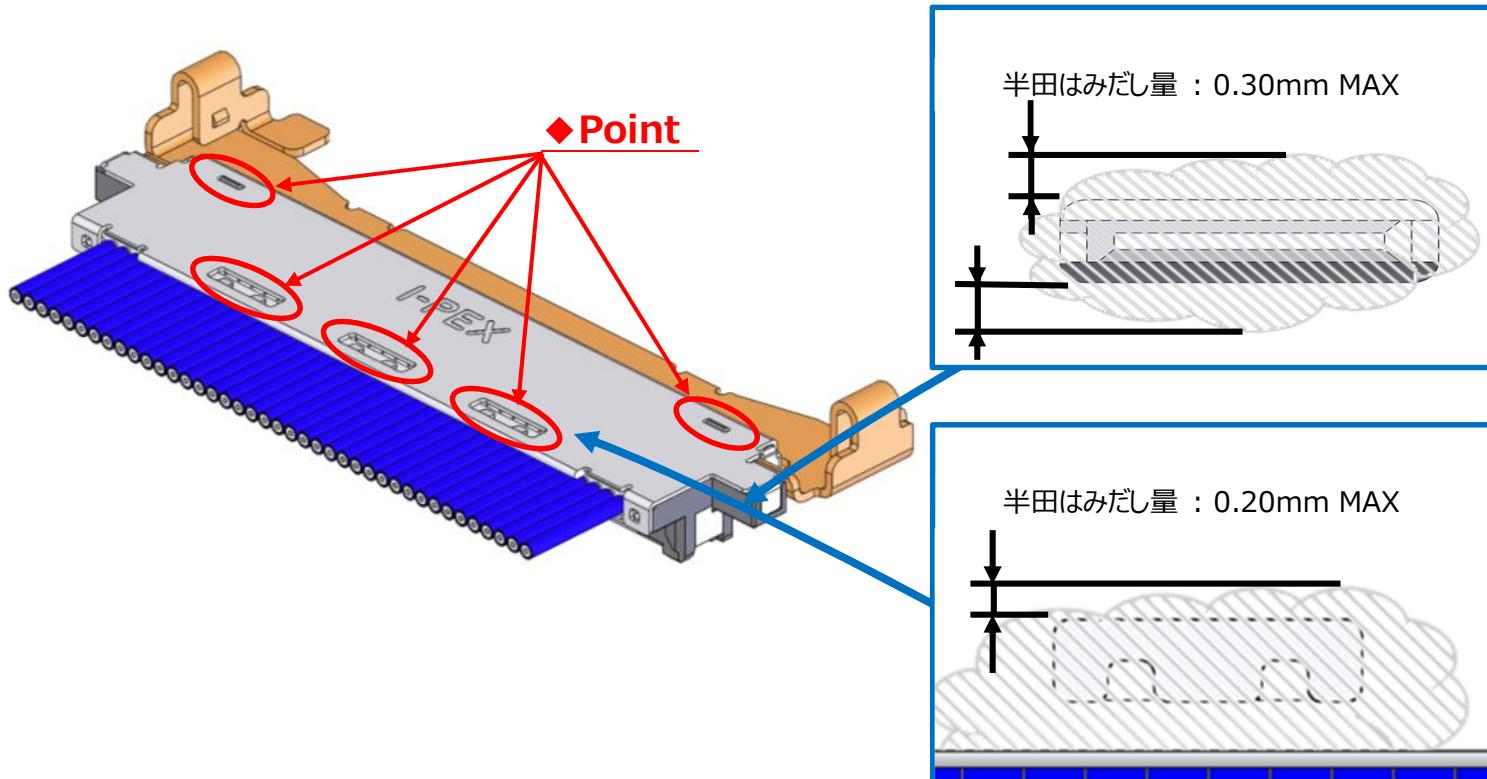

図.7 Shell-A と Ground Bar を半田付け
- ③ Shell-A,B と ground bar を半田コテにて半田付けすることを推奨する。 (図.7,8◆部)